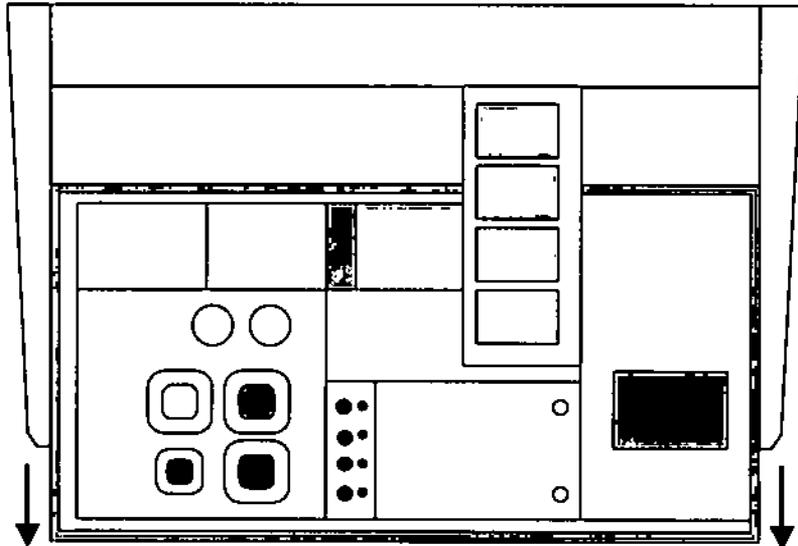

Figura 7 : Cajón inferior abierto
Lavador de placas test (Figura 7 (7a))
Frascos de solución de lavado y de solución limpiadora (Figura 7 (7b))
Frascos de seguridad y de vacío (Figura 7 (7c))
El fotómetro está situado en la parte posterior del cajón inferior (Figura 7 (7d)). Para acceder al fotómetro, hay que abrir el cajón inferior hasta la segunda posición de apertura (consulte la Sección 1.1.1.7). El fotómetro puede incorporar hasta 8 filtros (puede llevar a cabo tanto la medición de un valor fijo como una evaluación cinética). El equipo estándar incorpora 6 filtros (consulte los datos técnicos en el Apéndice A 1).
Cuatro incubadores térmicos independientes de temperatura programable se hallan situados horizontalmente, bajo el área de pipeteado de la placa test (Figura 7 (6)).